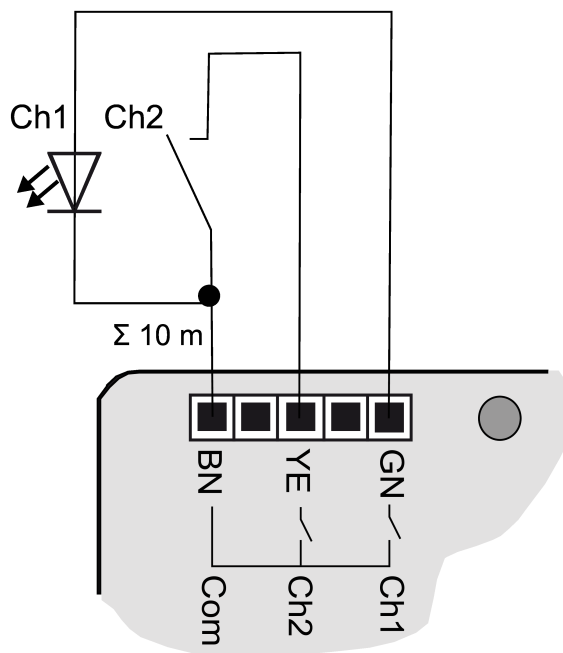
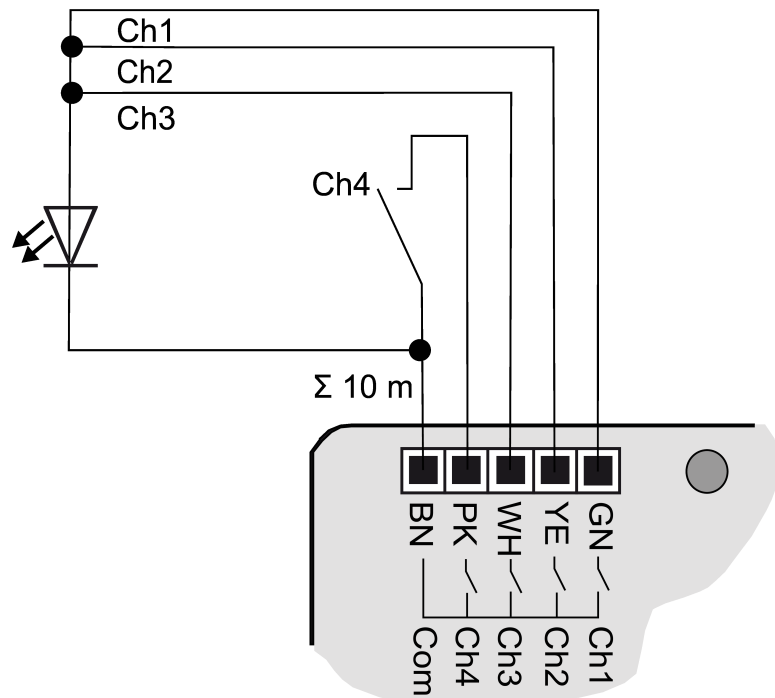

Bild 7: Anschlussbeispiel Tasterschnittstelle 2fach
Bild 10: Anschlussbeispiel mit parallelgeschalteten Ausgängen
- Taster, Schalter, Kontakte oder LED gemäß Anschlussbeispiele mit beigelegten Anschlussleitungen (4) anschließen (siehe Bild 7) bis (siehe Bild 10). Die Anschlussbeispiele zeigen die Verwendung mit Eingängen und Ausgängen.
Zur Erhöhung des Ausgangsstroms können Ausgänge bei gleicher Parametrierung auch parallel geschaltet werden, im Beispiel (siehe Bild 10) **Ch1-Ch3** sind hier parallel geschaltet.